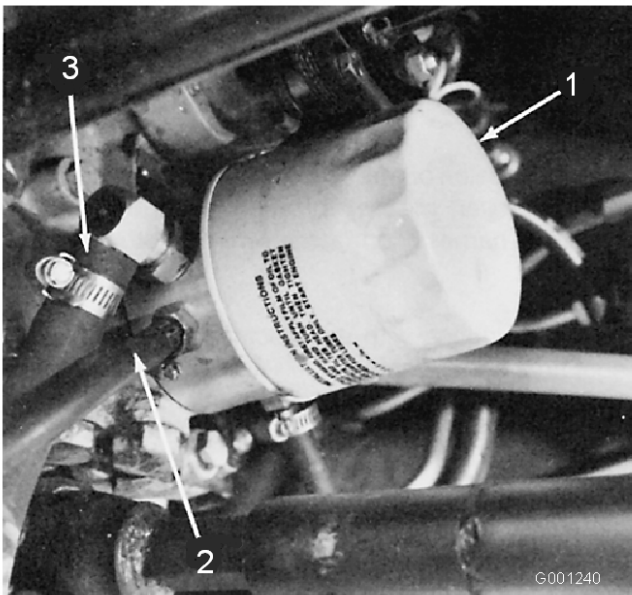

図 69
4. 油圧オイル・フィルタ取り付け部の周辺をウェスできれいに拭き、フィルタを外す（図 69）。